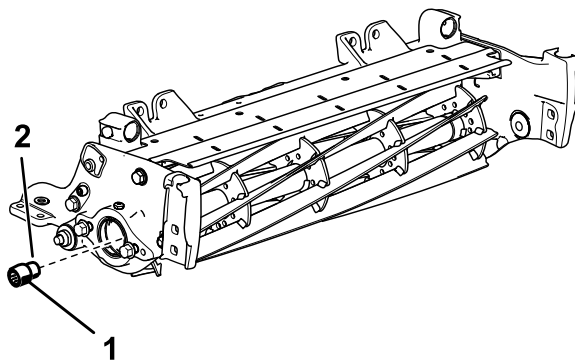

図 3
5. リールシャフトの両端についている既存のスプライン付きインサートを外す 5" リールには P/N TOR4112、7" リールには P/N TOR4074 を使用。 **図 3** を参照してください。